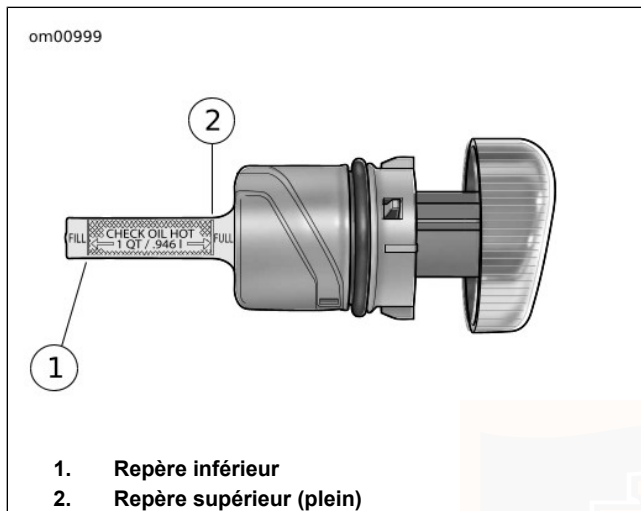

Figure 30. Bouchon de remplissage/jauge : modèles Sportster (typique)
3. Enlever de nouveau le bouchon de remplissage et vérifier le niveau d'huile sur la jauge. Voir Figure 30. La jauge est dotée de deux repères. Si le niveau d'huile est à une hauteur égale ou inférieure au repère inférieur, ajouter la quantité suffisante d'huile pour ramener le niveau entre les deux flèches sur la jauge. Replacer le bouchon de remplissage.
4. Enlever de nouveau le bouchon de remplissage et vérifier le niveau d'huile à chaud sur la jauge. Voir Figure 30. La jauge est dotée de deux repères. Si le niveau d'huile du réservoir se situe au même niveau ou est sous le repère inférieur, ajouter 0,946 L (1 qt) d'huile Harley-Davidson au réservoir.